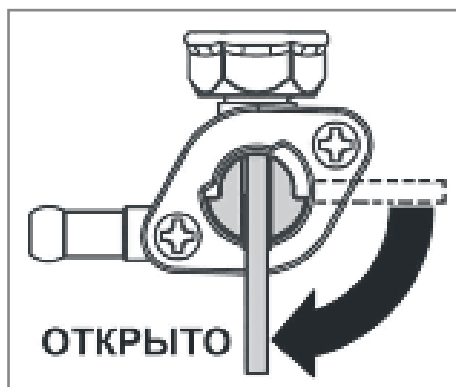

Рис. 7 Кран топливного бака
1. Откройте кран топливного бака. Для этого рычаг крана переведите в вертикальное положение (Рис. 7).